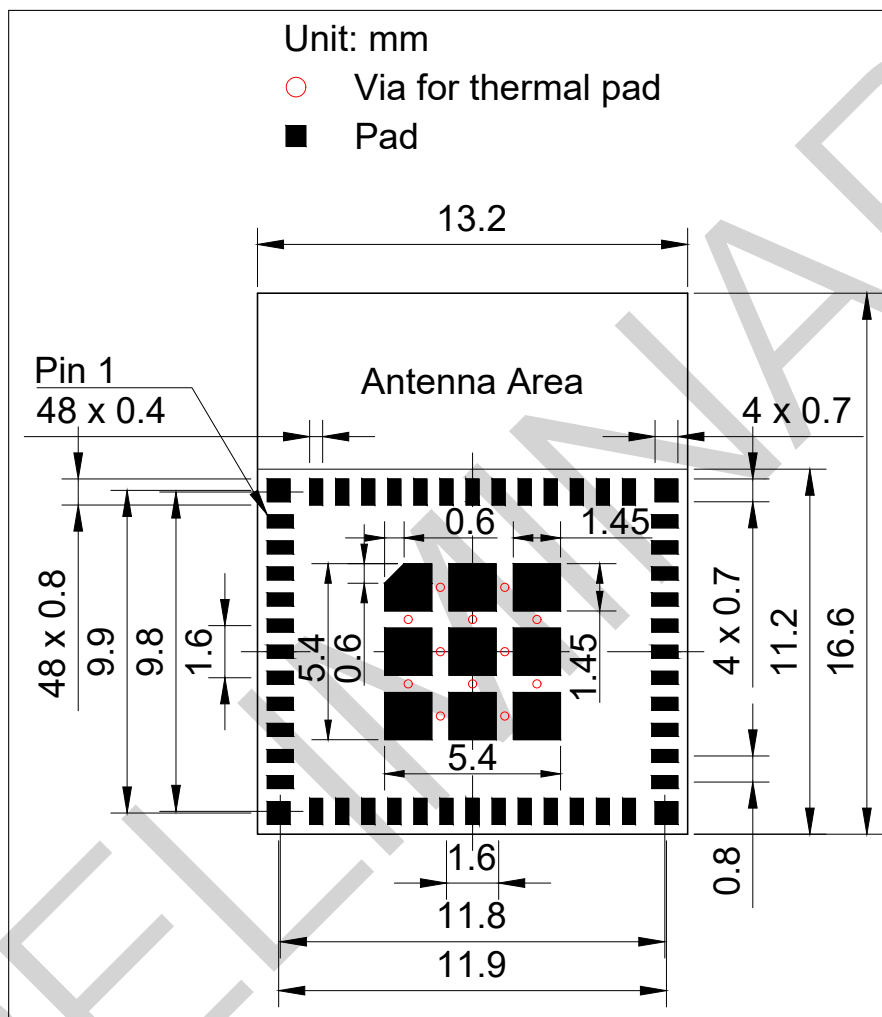
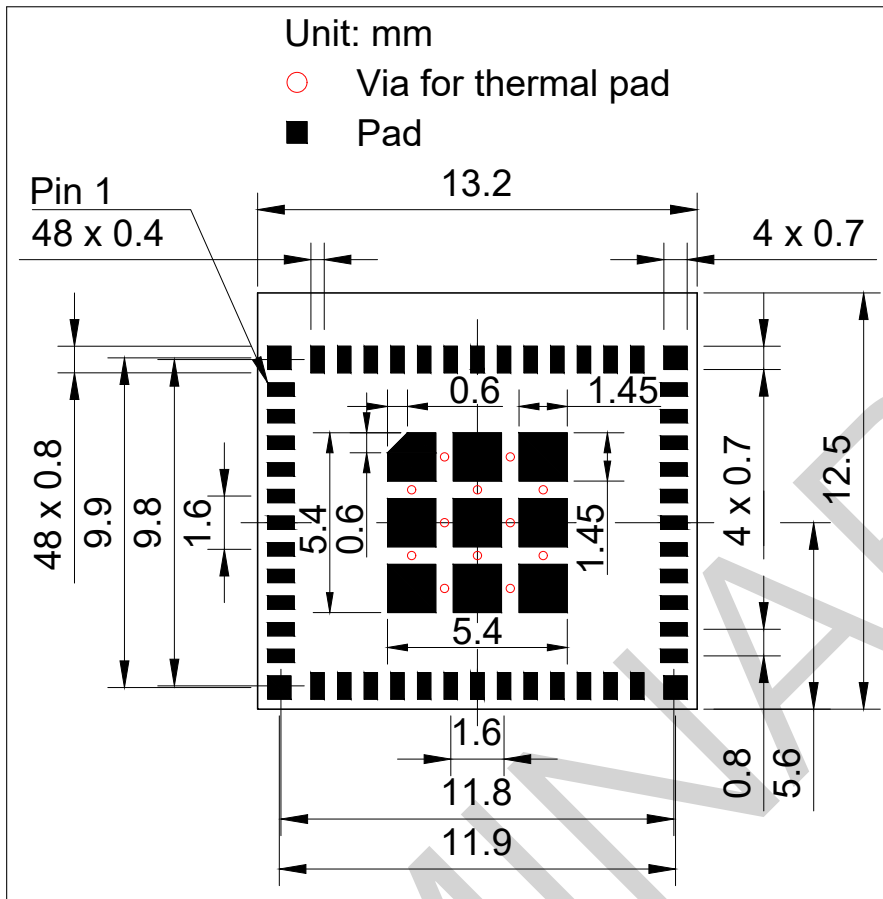

图 10: ESP32-H2-MINI-1 推荐 PCB 封装图形
图 11: ESP32-H2-MINI-1U 推荐 PCB 封装图形
- 推荐 PCB 封装图，标有 PCB 设计所需的全部尺寸。详见图 10 *ESP32-H2-MINI-1 推荐 PCB 封装图形*和图 11 *ESP32-H2-MINI-1U 推荐 PCB 封装图形*。
- 推荐 PCB 封装图的源文件，用于测量图 10 和 11 中未标注的尺寸。您可用 Autodesk Viewer 查看 ESP32-H2-MINI-1 和 ESP32-H2-MINI-1U 的封装图源文件。